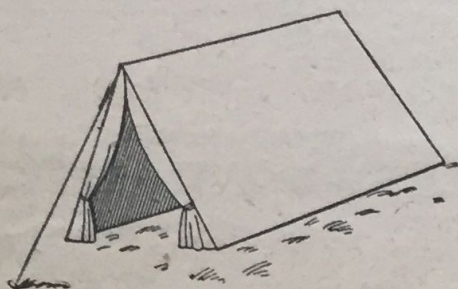

FIG. 1. Tente bonnet de police.
Il existe un grand nombre de modèles de tentes : bonnet de police (fig. 1), canadienne (2), marabout (3), à double toit (4), à véranda (5), tente-abri (6)...